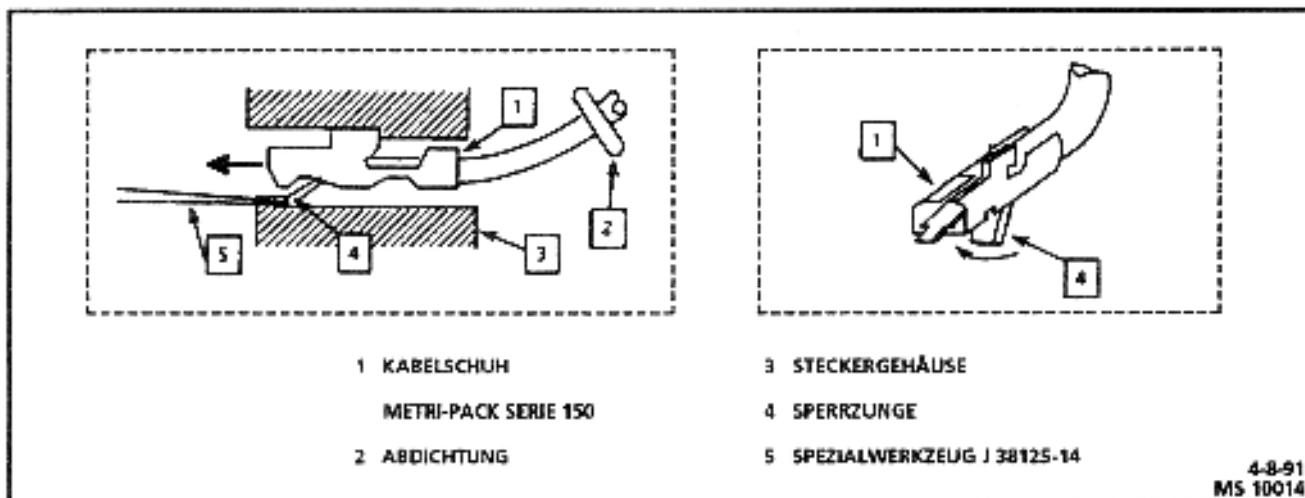

Bild 3-21 Ausbau der Kabelschuhe - "Metri-Pack" Serie 150
Einige Steckverbindungen im Kabelbaum zum ECM enthalten so genannte Metri-Pack Kabelschuhe (siehe Bild 3-21). Diese werden am Kühlmittel-Temperaturfühler verwendet.
2. Spezialwerkzeug wie in Skizze A, Bild 3-21 dargestellt, im Stecker einschieben, um Sperrzunge freizulegen.